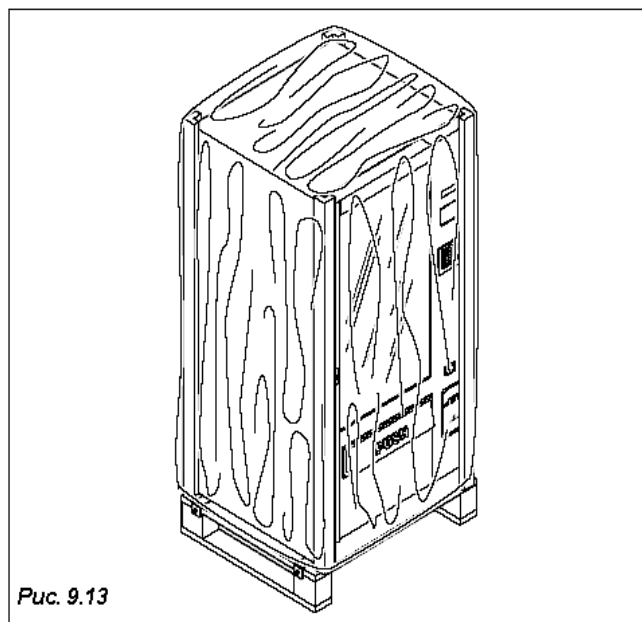

Рис. 9.13
- обернуть торговый автомат полиэтиленовой пленкой или надеть на него пакет (Рис. 9.13).